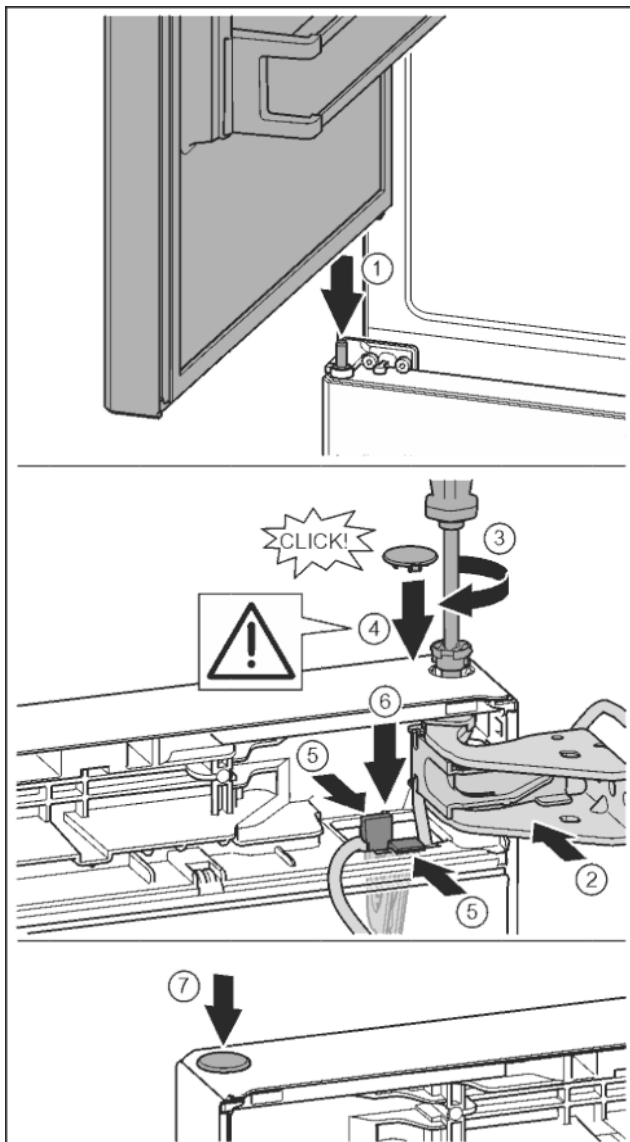

Fig. 38
- ▶ Дверь вверх выровнять по отверстию в опорном кронштейне. (1)
- ▶ Вставить палец и затянуть отверткой T15. Fig. 38 (4)
- ▶ Установить предохранительную крышку для защиты двери: вставить предохранительную крышку и проверить, прилегает ли она к двери. В ином случае вставить палец полностью. Fig. 38 (5)
- ▶ Вставить заглушку. Fig. 38 (7)